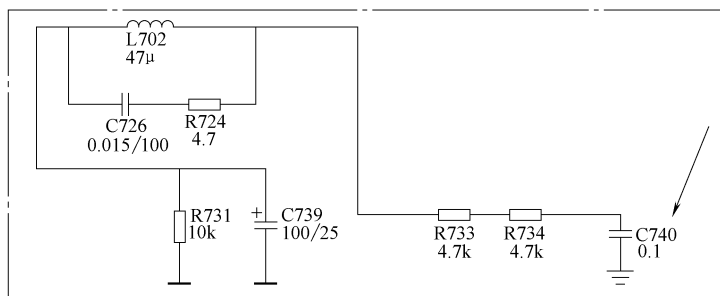

图 5-62 电容 C740 相关电路截图
- 4) 电容 C740 相关电路截图如图 5-62 所示。